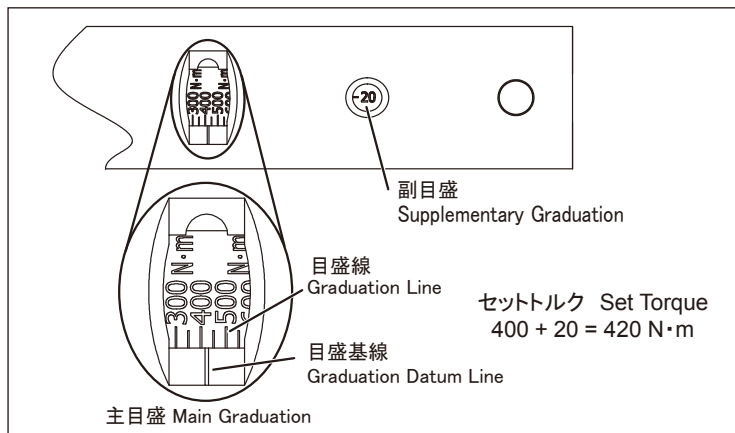

図 11 Fig.11
2. セットトルク値は図 11 のように読み取ります。図 11 では $420\text{N} \cdot \text{m}$ となります。
2. Setting torque value can be read as Fig.11. It is $420\text{N} \cdot \text{m}$ in Fig.11